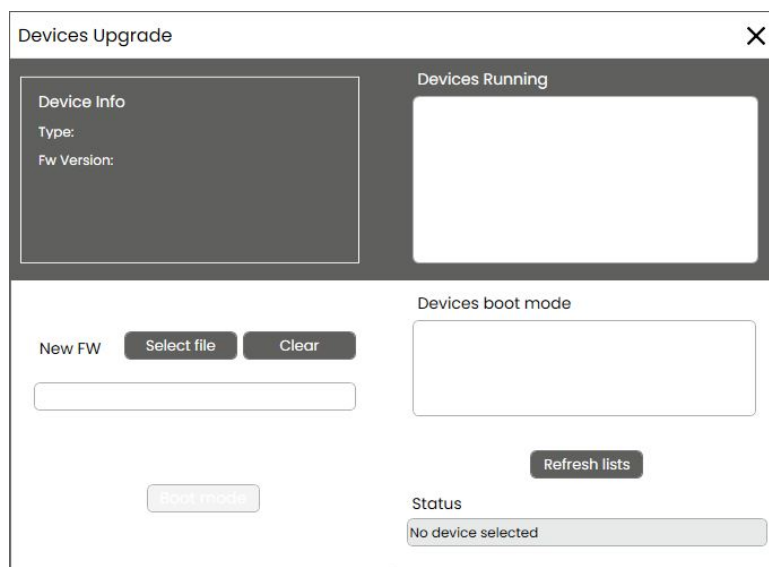

Figura 5.5: Device Firmware Upgrade (USB)
- Device Firmware Upgrade (USB), figura 5.5: per gestire l'aggiornamento tramite connessione USB dei dispositivi Camozzi che supportano questa funzionalità, per conoscere se il dispositivo che si desidera collegare supporta questa funzionalità e la procedura nel dettaglio fare riferimento al manuale d'uso e manutenzione del prodotto.